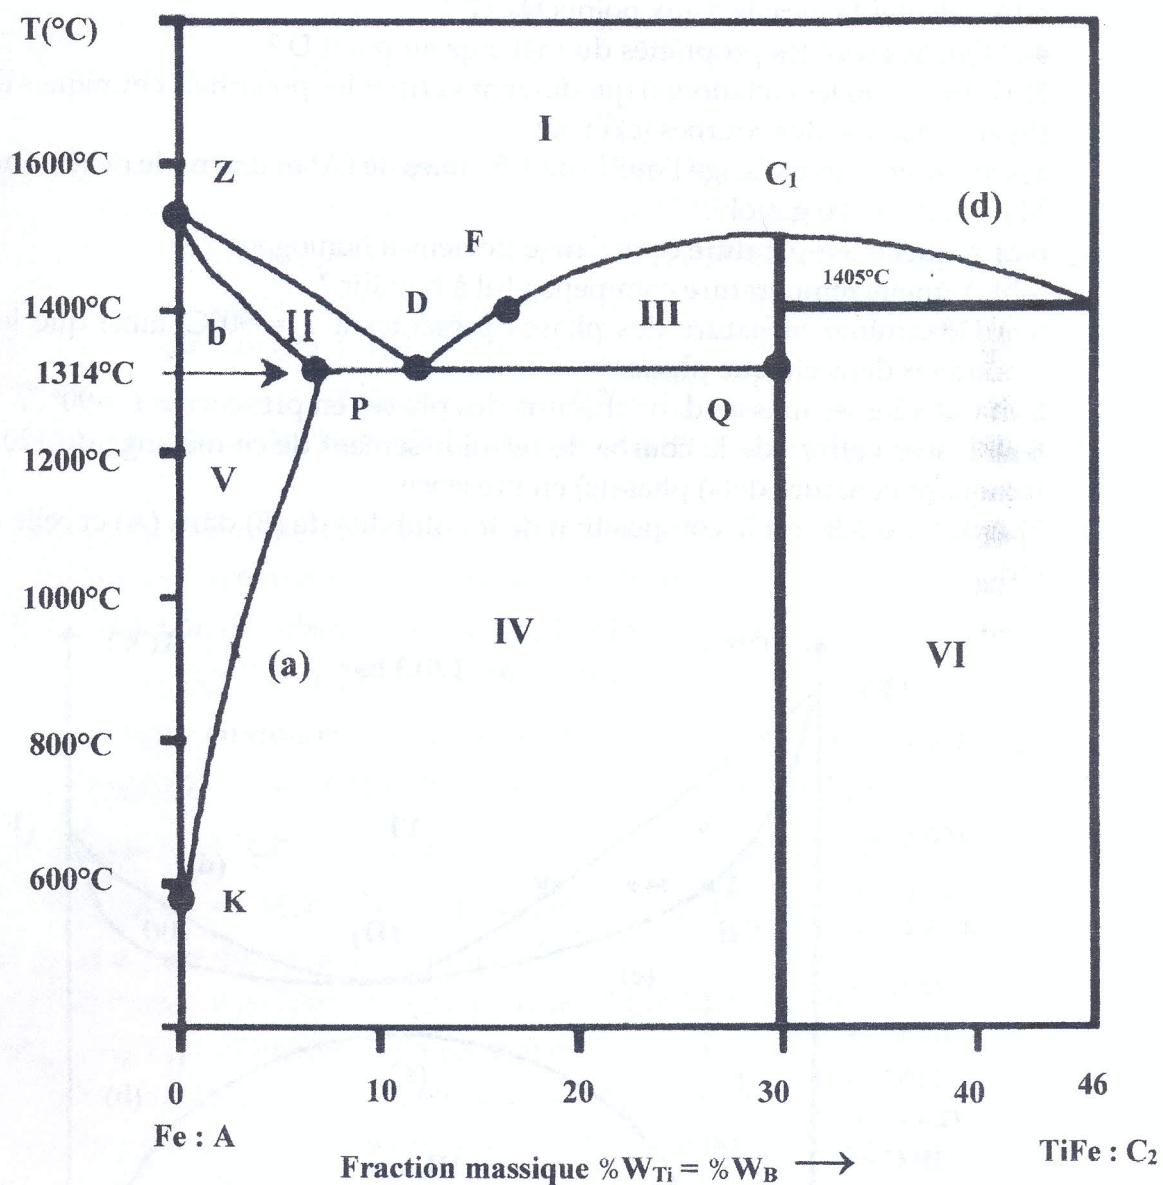

Figure 1 : Diagramme Fe - Ti, représenté seulement dans la région Fe-TiFe en fonction du pourcentage massique de Ti.
On considère le diagramme binaire isobare **Solide - Liquide** Fer (noté (A)) - Titane (noté (B)) donné sur la Figure ci-dessous (**Figure 1**), limité au domaine compris entre le Fer pur et le composé défini de formule chimique TiFe (C_2). À l'état solide, le titane est légèrement soluble dans le fer pour des températures supérieures à 600°C . Il se forme alors une solution solide notée α .